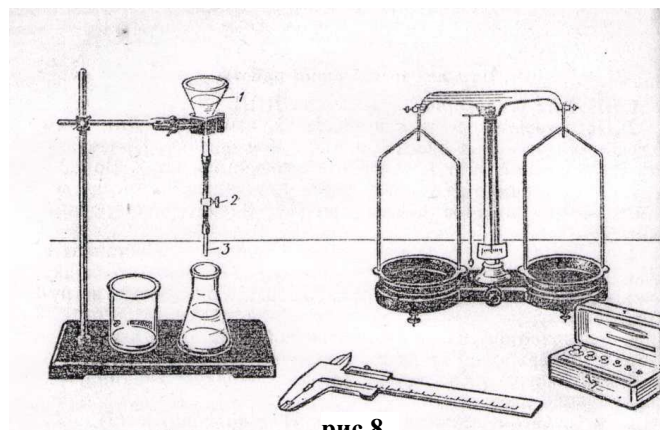

рис.8
1. Зарисуйте схему опыта (рис.8).
4. Измерьте внутренний диаметр стеклянной трубки-наконечника 3 (см. рис.8).
10. Вычислите поверхностное натяжение по формуле (3).